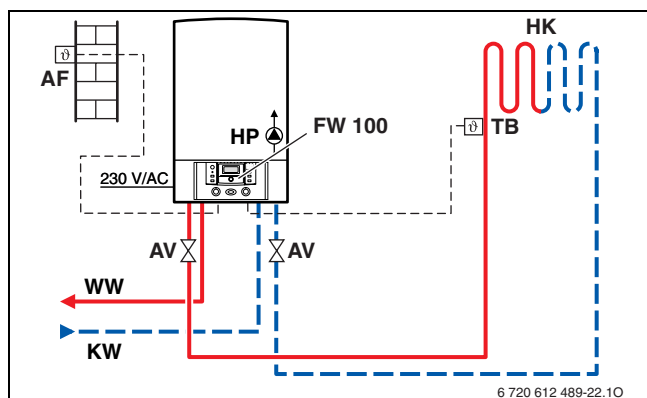

Bild 25 Beispiel mit witterungsgeführtem Regler FW 100 und Fußbodenheizung bis 1000 l/h
- Einsatz einer hydraulischen Weiche: bei Fußbodenheizungen mit einer Wassermenge unter 1000 l/h kann die hydraulische Weiche wie in Bild 25 entfallen (siehe dazu auch Merkblatt für Fußbodenheizungen 7 181 465 172).